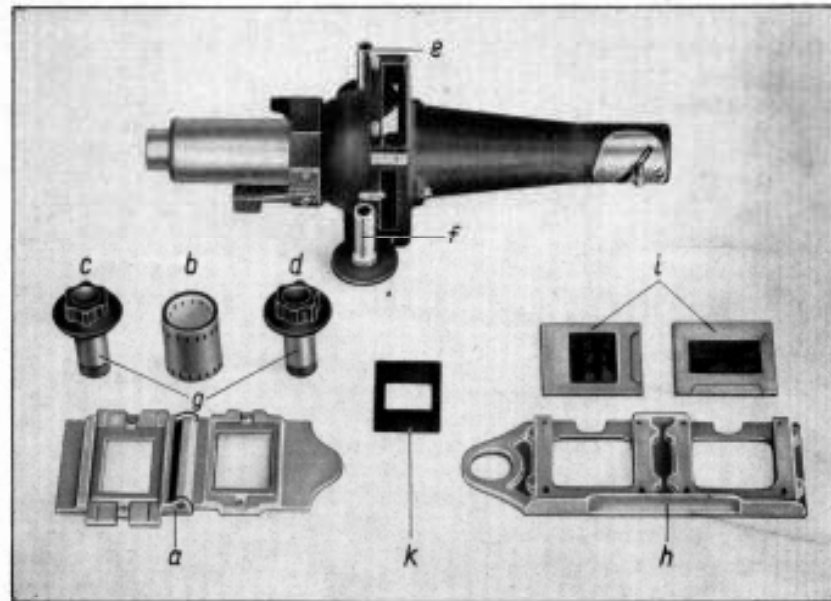

Bild 1: Bestandteile des Dia-Vorsatzes
1. Bildbandführung (a in Bild 1) in aufgeklappten Dia-Vorsatz einsetzen (Bild 4)
2. Bildband (b in Bild 1) mit freiem Ende unter Klemmfeder (g) von der Seite her einschieben und so auf einen der Bildbandwickler (c) aufrollen, daß Bild kopf steht, so daß Bildband sich nach vorn abwickeln läßt. Schicht bei Originalen zur Projektionswand, bei vom Negativ kopierten Schwarzweiß-Filmen zur Lampe.
3. Bildbandwickler auf oberen Dorn (e in Bild 1) aufstecken.
Sollen Bildbänder mit Bildformat 18x24 mm vorgeführt werden, so ist die Maske (k in Bild 1) unter der in Bild 1 links liegenden Glasscheibe der Bildbandführung (a) zu befestigen; dazu Haltschrauben der Glasscheibe herausnehmen und wieder einsetzen.
1. Dia-Wechselrahmen (h in Bild 1) bei ganz ausgeschwenktem Projektionstabus in den Dia-Vorsatz einsetzen (Bild 6).